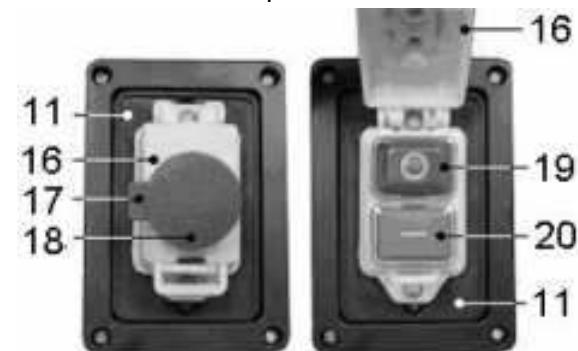

Рис.8
### 9.1 Действие магнитного пускателя, Рис. 8
**ВНИМАНИЕ:** Перед включением вилки шнура питания пылесоса в розетку электросети всегда нужно удостовериться, что магнитный пускатель (11), Рис.8, находится в исправном состоянии.